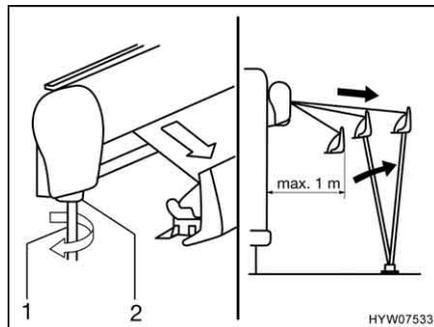

Fig. 8 Ouvrir le store extérieur
- Introduire la manivelle (Fig. 8,1) dans la douille à baïonnette (Fig. 8,2) du store extérieur et tourner dans le sens inverse des aiguilles d'une montre. Le store extérieur sort après quelques tours de manivelle.